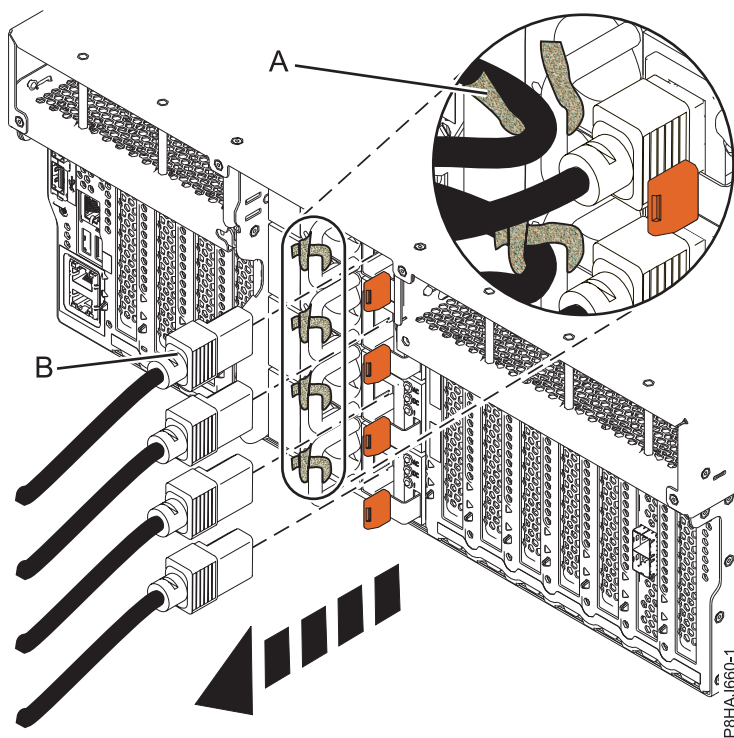
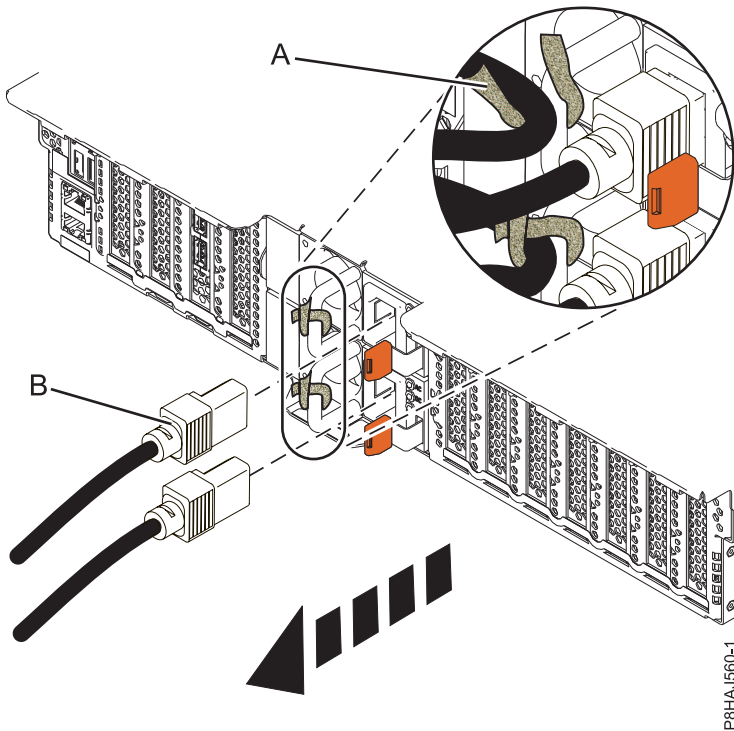
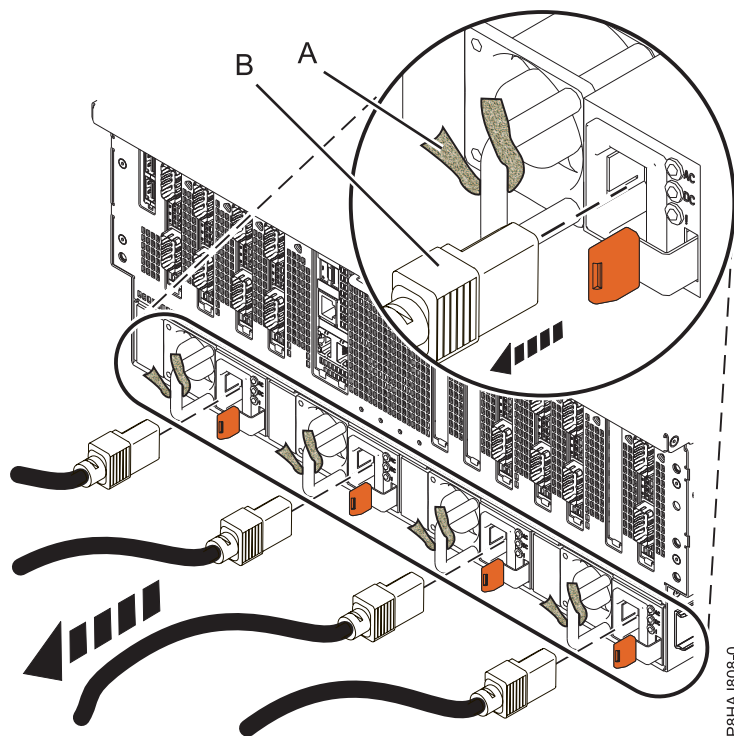

Figura 51. Removendo os cabos de energia de um sistema 8247-42L, 8286-41A ou 8286-42A
Figura 52. Removendo os cabos de energia de um sistema 5148-21L, 5148-22L, 8247-21L, 8247-22L, 8284-21A ou 8284-22A
Figura 53. Removendo os cabos de energia de um sistema 8408-44E ou 8408-E8E
- Desconecte os cabos de energia **(B)** da unidade de sistema. Consulte Figura 51 na página 64, Figura 52 na página 64 ou Figura 53 na página 65 dependendo do tipo do seu sistema.